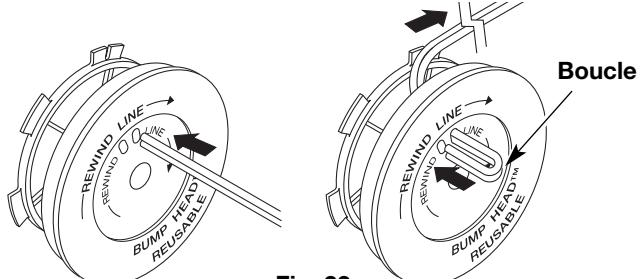

Fig. 22
8. Découpez environ 3 m (6 pi) de fil neuf. Insérez une extrémité de fil dans l'un des deux trous du moulinet intérieur (Fig. 22). Tirez le fil jusqu'à ne laisser que 10 cm (4 po) environ.
9. Insérez l'extrémité du fil dans le trou ouvert du moulinet et tirez sur le fil pour que la boucle soit le plus petit possible (Fig. 22).